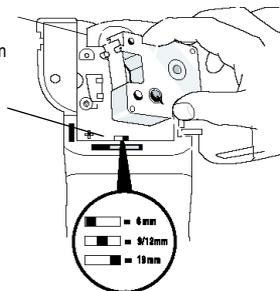

Figura 5
⚠ La primera vez que utilice la rotuladora, retire la cartulina de protección que se encuentra entre el cabezal de impresión y el rodillo prensador. Ver Figura 5.
2. Regule el selector según el tamaño del cartucho de cinta adhesiva que va a introducir. Ver Figura 5.